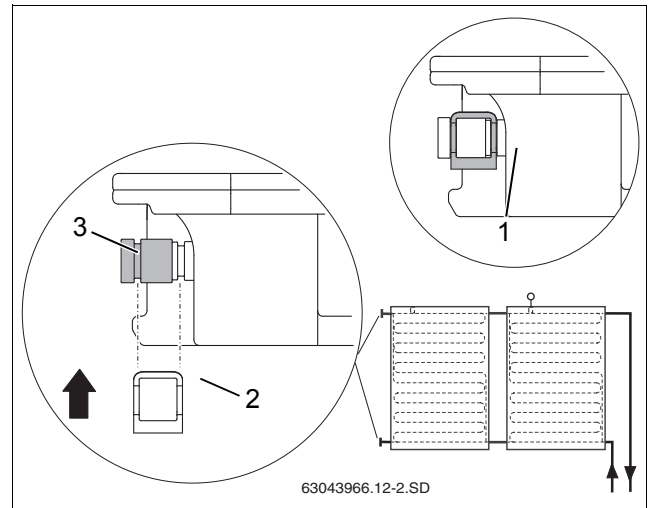

Рис. 42 Фиксация торцевой крышки зажимом
- ▶ Наденьте торцевую крышку с кольцом (рис. 42, [3]) на штуцер коллектора.
- ▶ Установите зажим (рис. 42, [2]) для фиксации торцевой крышки на штуцере коллектора.
- ▶ Каждую торцевую крышку закрепите зажимом (рис. 42, [1]).